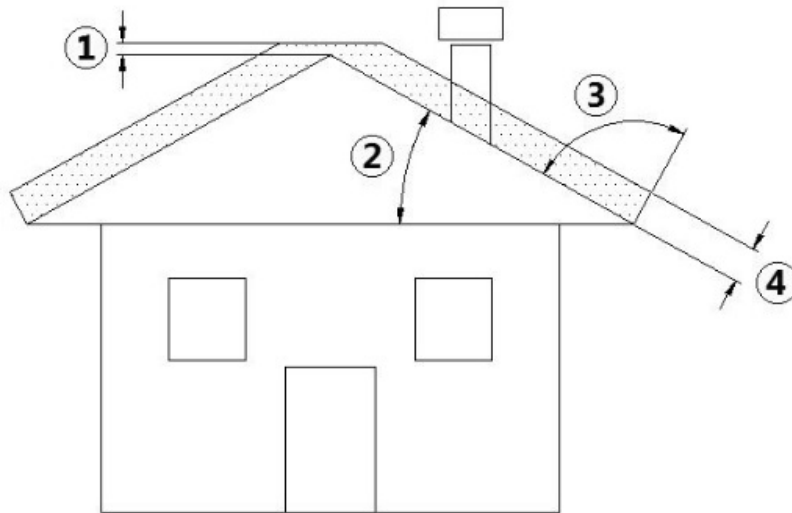

Fig. 3 - Schuin dak
LEGENDA	Fig. 3
- De hoogte waarop de rookgassen in de atmosfeer uitgestoten worden, moet buiten de zone van terugstroming liggen. Deze terugstroming wordt veroorzaakt door de vorm van het dak of door obstakels die zich in de nabijheid bevinden (zie **Fig. 3**).